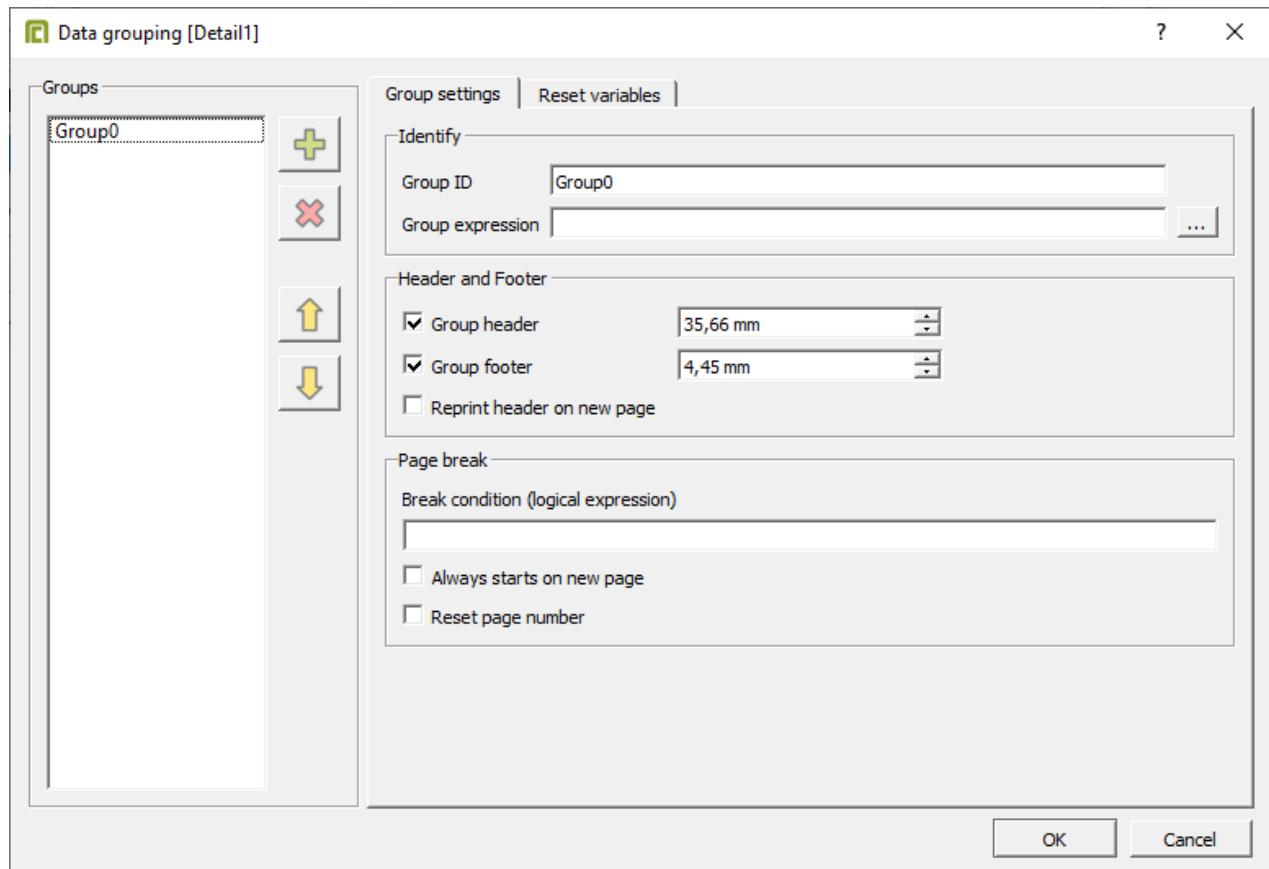

Рисунок 142 - Настройка Detail Group
4. Нажмите **OK** (Рисунок 142).